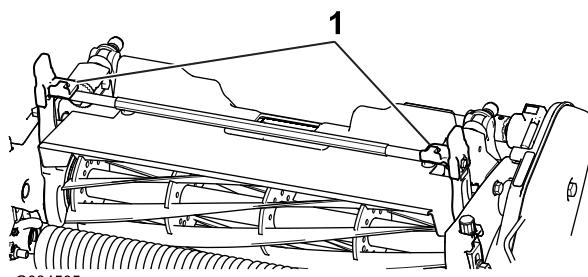
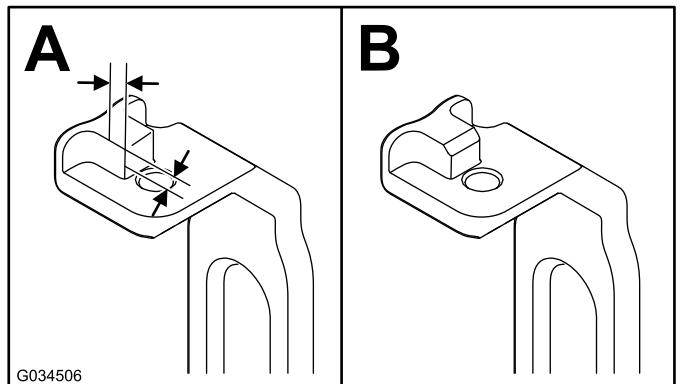

図 4
図 5
2. 左右のピッチアーム 図 4 で、タブのコーナー部を 2.3 mm 削って図 5 のようにする。